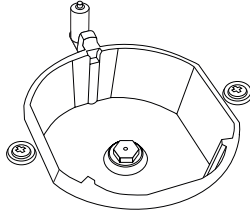

Abbildung 5
3. Demontieren Sie den Brennerdeckel und den Brenner, damit die Einspritzdüse gut zu sehen ist, siehe Abbildung 5.